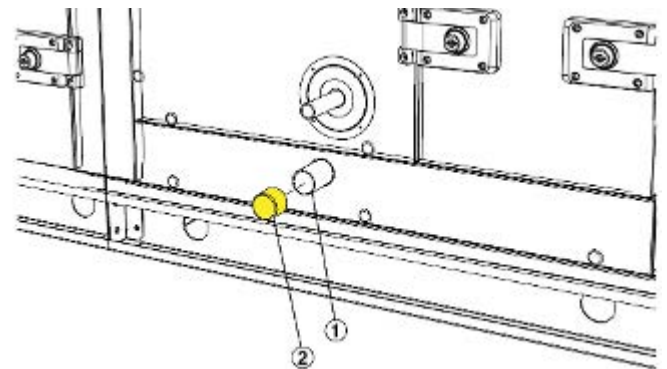

Fig. 24: Drenaje de condensados
2. ▶ Retire la tapa protectora (Fig. 24 /2) de cada desagüe (Fig. 24 /1) de la bandeja de condensados.
4. ▶ Conecte un sifón a cada desagüe de condensados (Fig. 24 /1).